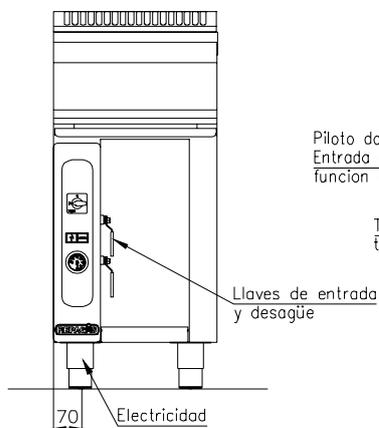

Fig. 3
1.2.1.- Llenado de agua de la cuba. (Fig. 3)
1.2.4.- Desagüe. (Fig . 3)